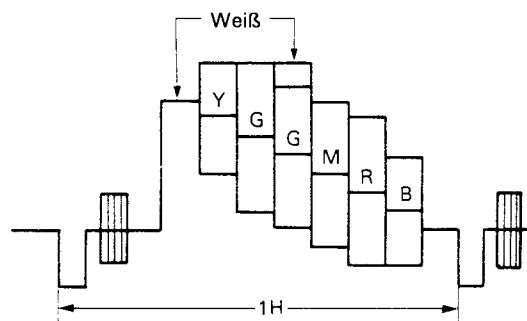

Abbildung 2-12. Videoausgangshüllkurve
11. Das Oszilloskop an den Videoausgang anschließen und R2709 (Übertragungsausgleich R-Y) und R2710 (Übertragungsausgleich B-Y) abwechselnd zwei- oder dreimal einstellen, bis das in Abb. 2-12 gezeigte weiße Rauschen auf ein Minimum reduziert ist.